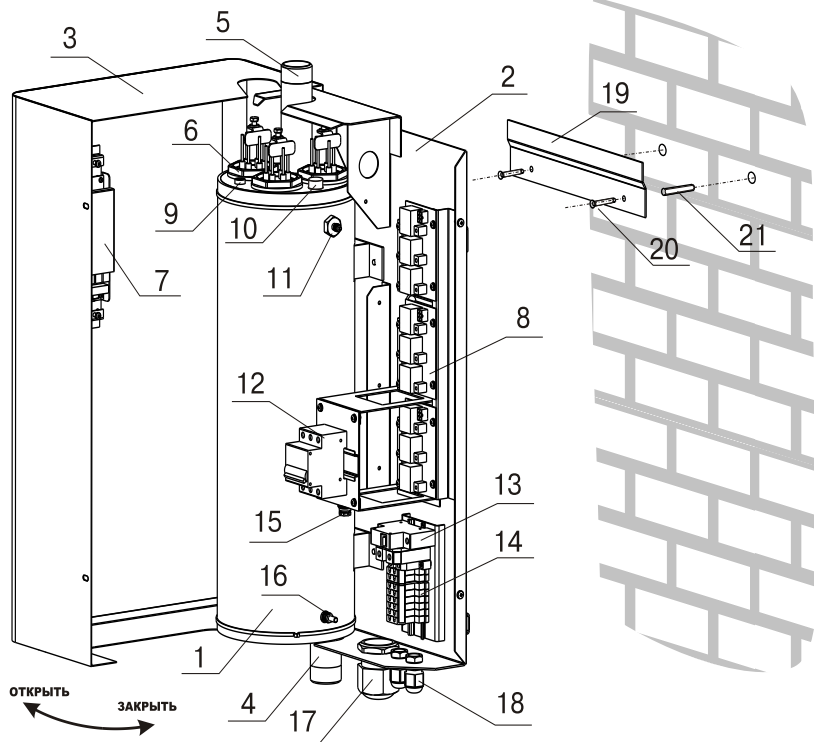

Рис. 1. Конструкция водонагревателя и способ его крепления к стене
5.1. Электроводонагреватель (Рис.1) состоит из корпуса (1) сварной конструкции с фланцами, патрубком входа воды (4) и патрубком выхода воды (5). В верхней части корпуса установлены три блока нагревательных элементов(6), датчик температуры воды(9), датчик перегрева(10) и датчик уровня воды(11). Корпус установлен на основании(2). Защитный кожух (3) выполнен из стального листа и служит для защиты обслуживающего персонала от ожогов и поражения электрическим током. Кожух подвешен на основании при помощи механизма, который позволяет не снимая кожух с электроводонагревателя, открывать и закрывать его в направлении, указанном на Рис.3.
- закрепить кронштейн крепления на вертикальной поверхности в необходимом месте с помощью шурупов, входящих в комплект и установить на него водонагреватель как показано на Рис.1.
- открыть кожух (3) как показано на Рис.1, предварительно выкрутив четыре винта крепления кожуха;
- закрыть кожух (3) как показано на Рис.1 и закрутить винты крепления.